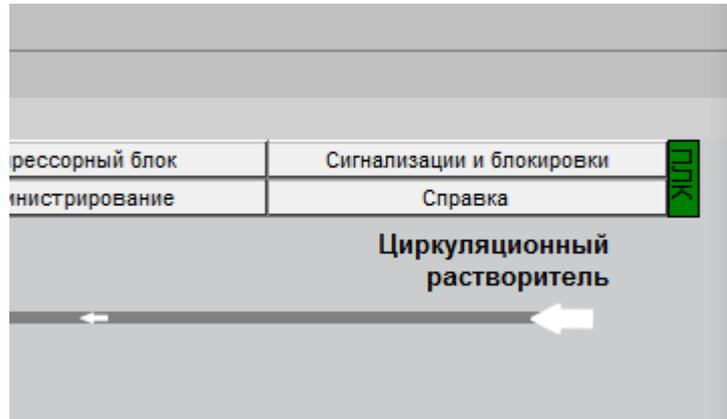

Рисунок 5 – Состояние контроллеров
- Существует 2 способа проверки состояния контроллеров. Первый способ – по индикатору в правом верхнем углу экрана – надпись ПЛК с цветовым фоном (Рис. 5). Фон зеленый – состояние системы в норме. Фон желтый – работает резервный контроллер. Фон красный – система не может осуществлять диспетчеризацию, необходимо проверить состояние контроллеров и соединения с контроллерами.